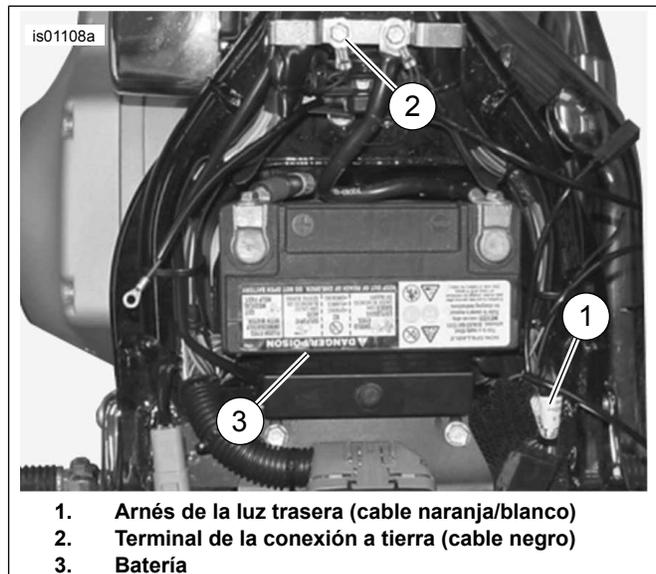

Figura 2. Conexiones de alimentación y a tierra (modelos Softail)
- Vea Figura 2. Instale el terminal de anillo sobre la rosca del tornillo de conexión a tierra (2) a la estructura y asegúrelo de acuerdo con la especificación del par de torsión en el Manual de servicio.
1. Vea Figura 2. Cuidadosamente corte y abra un área de la envoltura del arnés de la luz trasera (1), en un punto accesible debajo del asiento y corte el cable naranja/blanco.